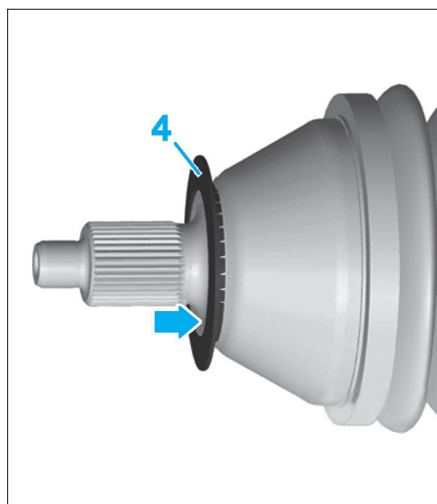

FIG. 5
Veiller impérativement à ce le joint déflecteur (4) soit complètement agrafé dans le joint extérieur (Fig.5). Le joint déflecteur (4) doit coïncider avec la surface d'appui du joint extérieur (flèche).